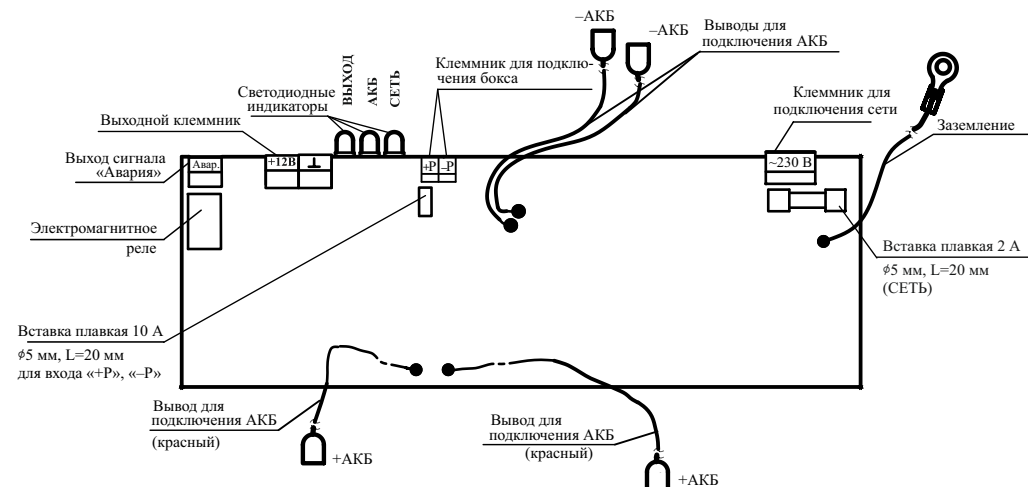

Рисунок 1 – Плата источника
6.4 Для подключения источника следует использовать провода с максимальным сечением согласно п. 2.17. Подключение источника (рисунок 1) производить в следующей последовательности: